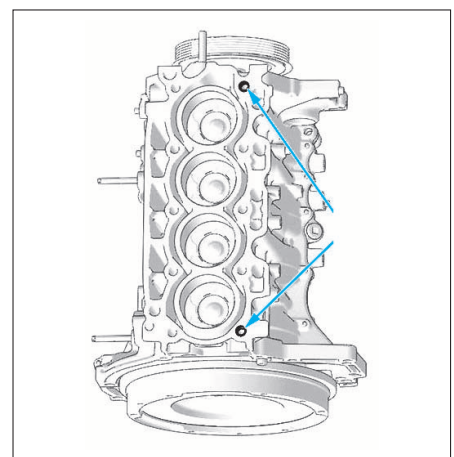

FIG. 77
- S'assurer de la présence des douilles de centrage sur le bloc-cylindres (Fig.77) et du clapet antiretour sur le plan de joint inférieur de la culasse.